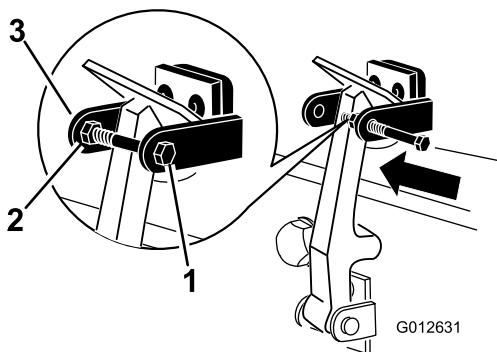

図 8
8. フードラッチブラケットのもう一つのアームにボルトを取り付けてラッチをロックする図 8。ボルトをしっかりと締め付けるが、ナットは締め付けない。